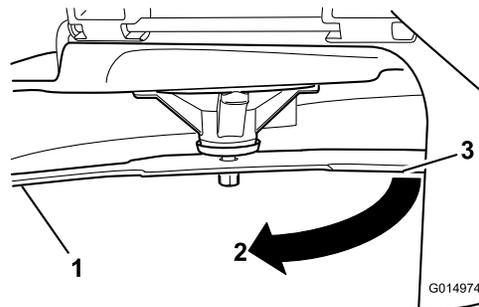

**Figura 61**
2. Purtați mânușile cu protecție corespunzătoare sau alte protecții adecvate pentru mâini și rotiți încet lama într-o poziție care vă permite să măsurați distanța dintre marginea de tăiere și suprafața uniformă pe care se află maina (Figura 61).